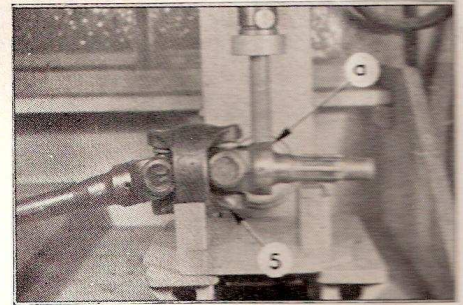

Fig. T 1.
Appuyer en « a » (fig. T 1) à l'aide d'un mandrin et d'une presse, pour dégager le coussinet (5) et l'extraire ensuite avec une paire de pinces.